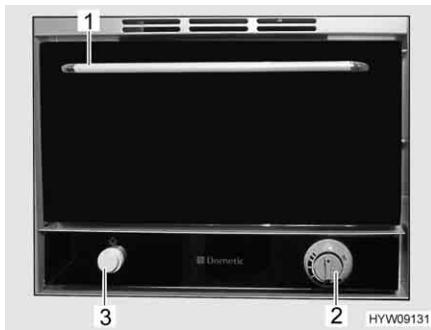

Fig. 89 Forno a gas
- Premere il tasto per l'illuminazione (Fig. 89,3). L'illuminazione interna resta accesa finché rimane premuto il tasto.
■ Aprire completamente lo sportello del forno mediante la maniglia (Fig. 89,1).
■ Premere, tenere premuto e ruotare in senso antiorario il pomello girevole (Fig. 89,2) fino a portarlo sull'impostazione desiderata. Tenere premuto il pomello girevole (Fig. 89,2) per altri 5 a 10 secondi. L'accensione avviene automaticamente.
■ Rilasciare il pomello girevole (Fig. 89,2).
■ Premere, tenere premuto e ruotare in senso orario il pomello girevole (Fig. 89,2). Tenere premuto il pomello girevole (Fig. 89,2) per altri 5 a 10 secondi. L'accensione avviene automaticamente.
Spegnimento: ■ Ruotare il pomello girevole (Fig. 89,2) su "O". La fiamma si spegne.